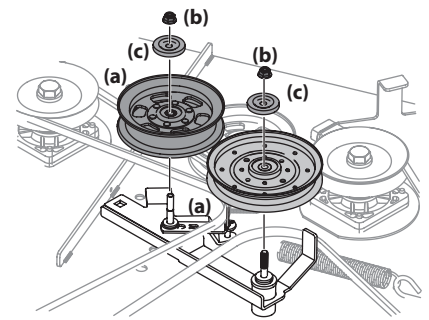

Figure 4-20
3. Pour retirer les deux poulies de tension (a), enlevez les écrous autobloquants à bride (b) et les capuchons (c) qui les fixent au plateau de coupe et au bras de renvoi. Voir Figure 4-20. Veillez à ne pas perdre la boulonnerie lorsque vous retirez les écrous autobloquants à bride (b).
6. Placez la courroie autour des poulies de tension retirées à l'étape 3 avec le côté en « V » vers le bas. Après avoir installé la courroie, installez la quincaillerie et serrez l'écrou autobloquant pour fixer l'assemblage. Voir Figure 4-20.